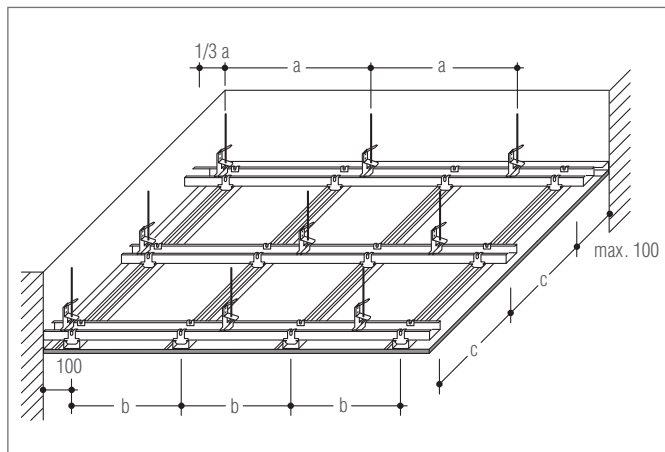

Рис. 4-4 Крепление несущего каркаса к подвесным траверсам
- подвесная металлическая конструкция (см. рис. 4-4).